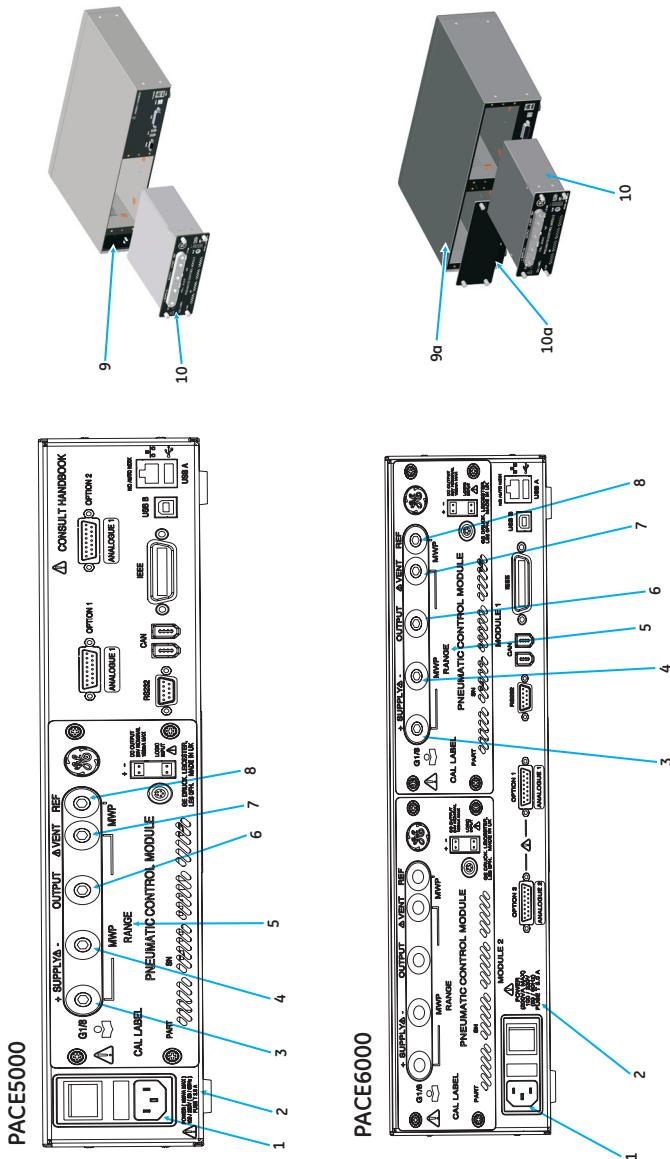

Abbildung 1
Legende zu Abbildung 1
- Beaufschlagen Sie das Gerät nicht mit Drücken, die den an der Rückwand des Geräts angegebenen maximalen Arbeitsdruck (MWP) übersteigen (siehe Abb. 1, Pos. 5).
- Legen Sie an das Gerät keinen elektrischen Strom an, der die an der Rückwand des Geräts angegebenen Maximalwerte übersteigt (siehe Abb. 1, Pos. 2).
Um den Druckregler (siehe Abb. 1, Pos. 10) vor Überdruck zu schützen, muss eine geeignete Schutzvorrichtung (wie ein Begrenzungsventil oder eine Berstscheibe) vorgesehen werden, die den Versorgungsdruck auf einen Wert unterhalb des MWP begrenzt. (Siehe Bedienungsanleitung K0443).